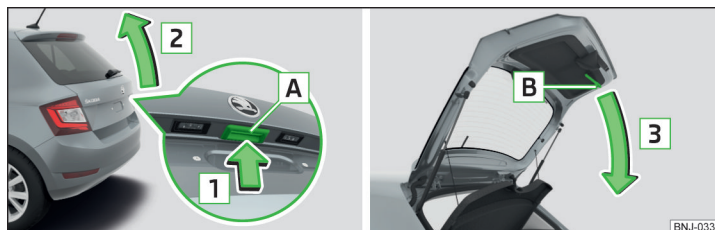

Fig. 50 Deschiderea/închiderea capotei portbagajului
- Pentru **deschidere**, apăsați tasta  în sensul săgeții  » fig. 50.
Tasta  » fig. 50 este dezactivată la pornire, resp. începând de la o viteză de 5 km/h. După oprire și deschiderea unei portiere, butonul este activat din nou.